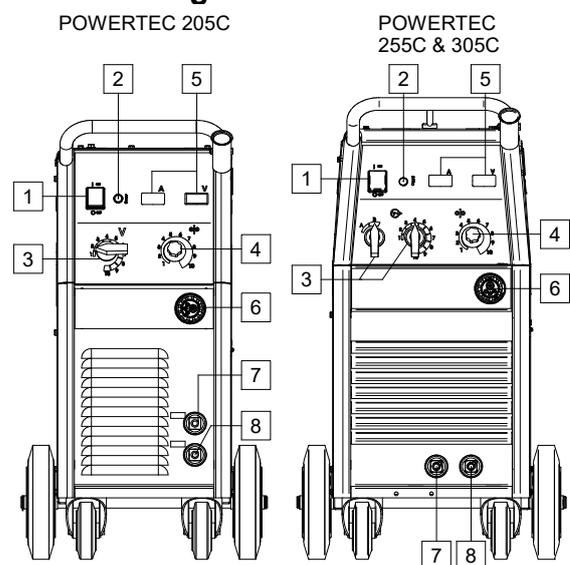

Abb. 4.
S. auch Punkte [6], [7] und [8] in Abb. 4.